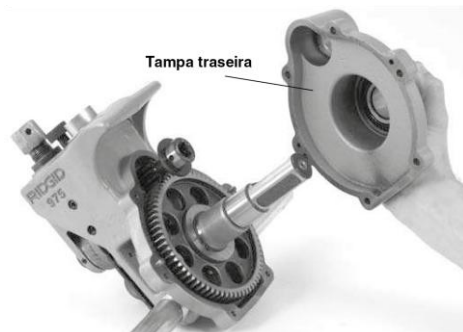

Figura 18 – Remoção da tampa traseira
2. Remova a tampa traseira (veja a Figura 18).